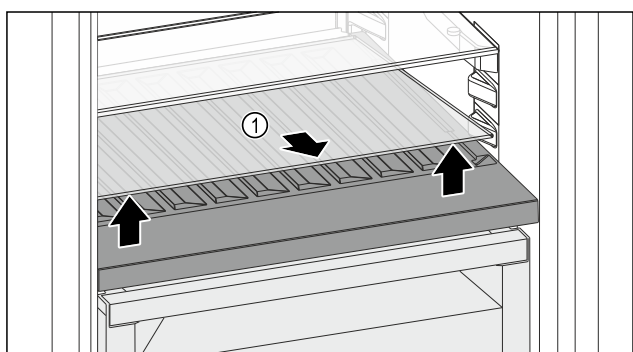

Fig. 214
- ▶ Скористайтесь пазом спереду, щоб підняти скляну полицю Fig. 214 (1) і вийняти її.
- ▶ Безпечно зберігайте скляну полицю Fig. 214 (1) за межами пристрою.
- ▶ Вставте скляну пластину (2) під змінну полицю для зберігання пляшок.